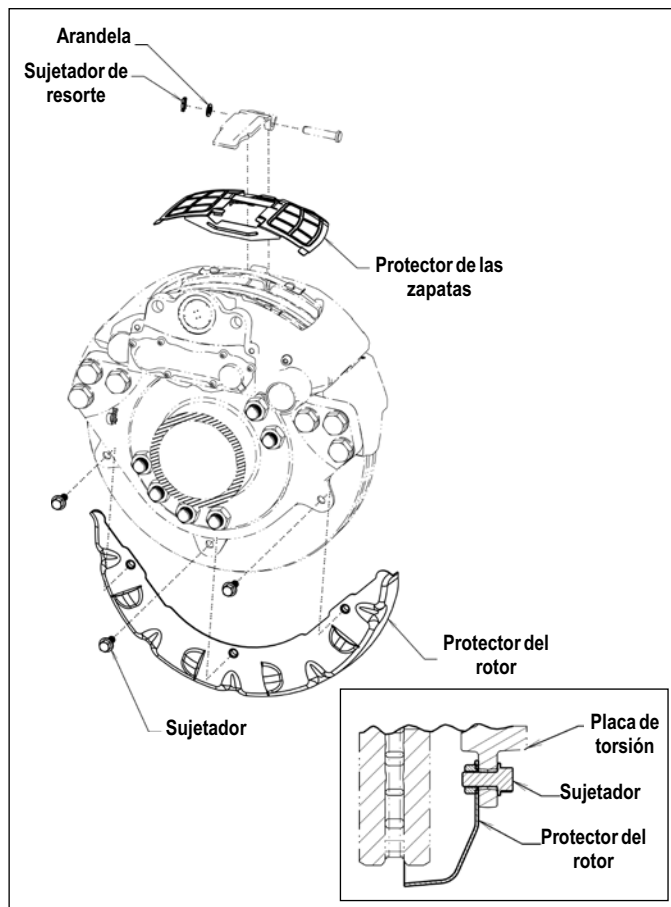

FIGURA 31 - VISTA AMPLIADA DEL EJE DE PROPULSIÓN O VIRAJE CON INSERTO QUE MUESTRA LA INSTALACIÓN DEL PROTECTOR DEL ROTOR
5.1.3 Protectores del rotor para el eje de propulsión o viraje (Consulte la figura 31). Coloque el protector del rotor entre la placa de torsión y el rotor. Los tornillos de cabeza proporcionados pasan a través de las lengüetas de montaje en la placa de torsión y se instalan en el protector. Aplique torsión en los tornillos de cabeza a 59,65 Nm (44 pulg./lb).